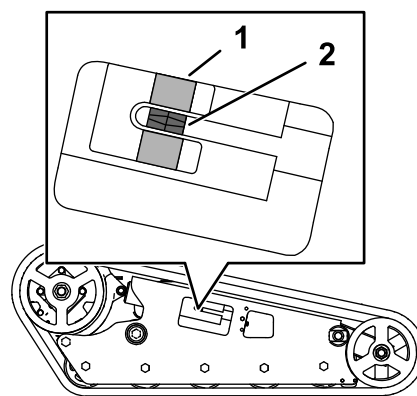

Figure 58
Vérifiez que le bloc de tension est aligné sur le guide vert de l'autocollant ou qu'il se trouve à 1,3 cm de l'arrière de la fente du tube de tension (Figure 58).
4. À l'aide d'un rochet de ½ pouce, tournez la vis de tension jusqu'à ce que le bloc de tension soit aligné sur le guide vert de l'autocollant ou se trouve à 1,3 cm de l'arrière de la fente du tube de tension (Figure 58).
- Vérifiez que le bloc de tension est aligné sur le guide vert de l'autocollant ou qu'il se trouve à 1,3 cm de l'arrière du tube de tension pour les deux chenilles (Figure 58). Réglez au besoin.